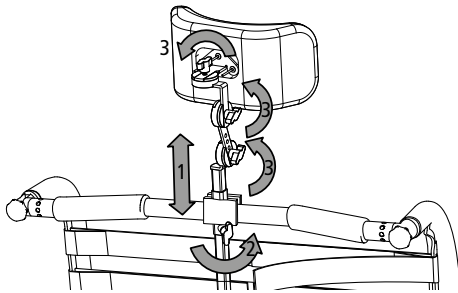

Abb. 48
1. Flytta huvudstödet till önskad position (1, bild 48).
2. Lås huvudstödet i läget genom att dra åt vingskruven (2, bild 48).
1. Lossa alla fyra vingskruvar (2 och 3, bild 48).
3. Dra åt alla fyra vingskruvar (2 och 3 i bild 48).